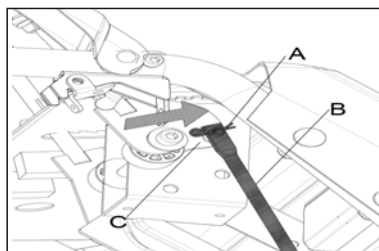

Рис. 21
1) Вставьте угловую сторону к рычагу переключения передач в отверстие на рычаге чтобы соединить его с трансмиссией, и закрепите на месте с помощью шайбы и штифта (Рис. 21)
2) Присоедините рычаг переключения передач к штифту в нижней части переключателя скоростей и закрепите его на месте штифтом В (Рис. 21)